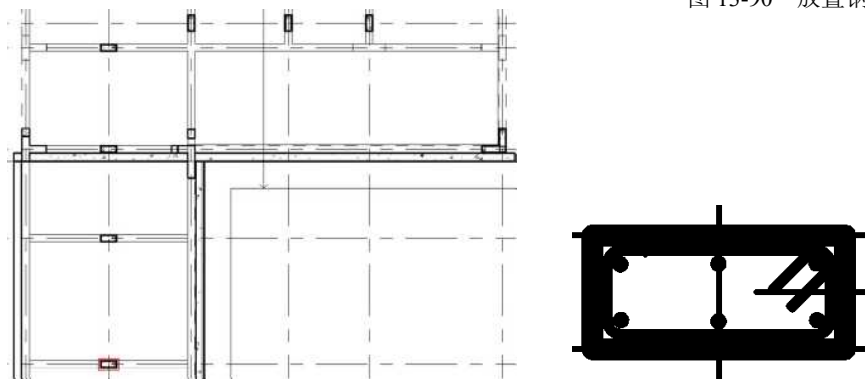

图 13-91 放置 01 形状钢筋
(26) 单击“结构”选项卡“钢筋”面板中“钢筋”按钮, 打开“修改|放置钢筋”选项卡，单击“当前工作平面”按钮和“垂直于保护层”按钮.
(27) 在“属性”选项板中选择“钢筋 18HPB300”类型，在“造型”栏下拉列表中选择“01”或在“钢筋形状浏览器”中选择“钢筋形状: 01”。
(28) 在放置箍筋的柱截面上放置 01 形状钢筋，如图 13-91 所示。
(29) 在“属性”选项板的“视图可见性状态”栏中单击“编辑”按钮, 打开“钢筋图元视图可见性状态”对话框，在“三维视图”栏中勾选“清晰的视图”和“作为实体查看”复选框，单击“确定”按钮。